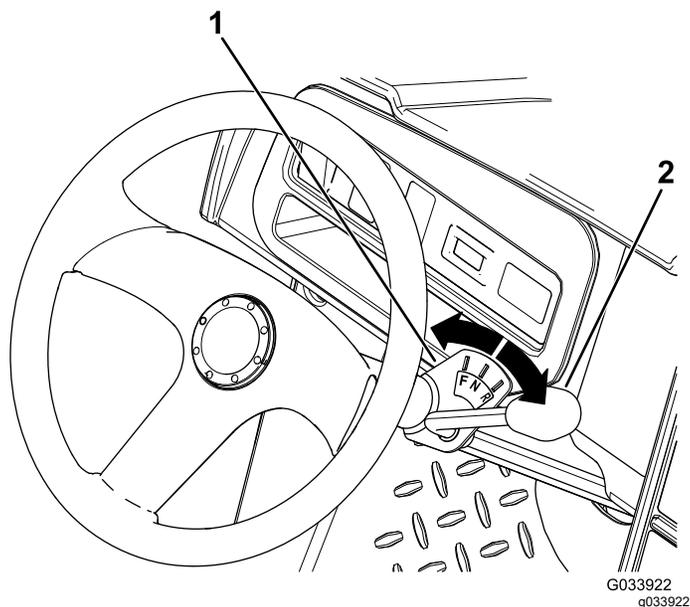

Рисунок 9
У рычага переключения передач есть три положения по индикатору переключения передач: ПЕРЕДНИЙ ХОД (F), ЗАДНИЙ ХОД (R) и НЕЙТРАЛЬ (N) (Рисунок 9).
Из НЕЙТРАЛЬНОГО (N) положения рычаг переключения передач можно переместить влево в положение ПЕРЕДНЕГО ХОДА (F) или вправо в положение ЗАДНЕГО ХОДА (R) (Рисунок 9).